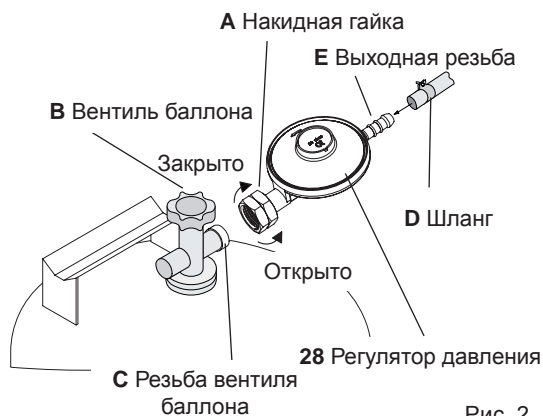

Рис. 2
- В случае неисправности следует немедленно закрыть вентиль (B) газового баллона (см. рис. 2, стр. 6).
III. Подсоединение устройства к газовому баллону (рис. 2)
Выключите террасный обогреватель (см. пункт V, стр. 7) и дайте ему остыть. Закройте вентиль газового баллона. Снимите регулятор давления с газовым шлангом с газового баллона, для этого открутите накидную гайку А (см. рис. 2, стр. 6) по часовой стрелке. Всегда проверяйте уплотнение на наличие повреждений.